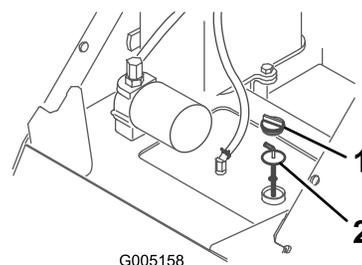

Figure 34
4. Nettoyez la surface autour du goulot de remplissage du réservoir hydraulique (Figure 34).
5. Enlevez le bouchon du goulot de remplissage et vérifiez le niveau de liquide sur la jauge (Figure 34).